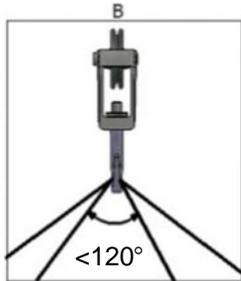

Figura 34: Ángulo máximo del cable de elevación
- No supere en ningún momento los 120° entre los cables de elevación (**Figura 34**).